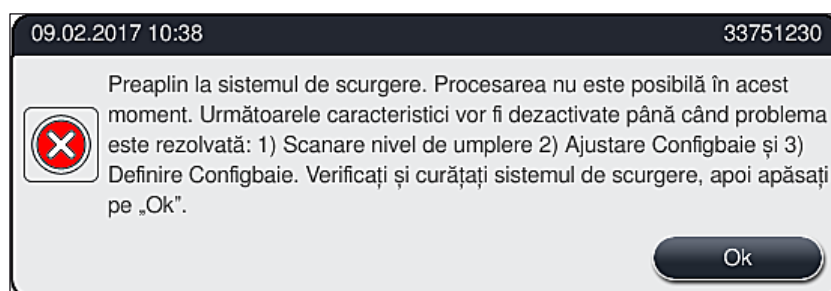

Fig. 118
Blocarea a sistemului de evacuare a apei (în sita de scurgere (→ "Fig. 96-1") sau în furtunul de evacuare (→ "Fig. 7-1") poate duce la creșterea nivelului apei în vasul de scurgere. Ca urmare, apa din instrument poate ajunge la un nivel critic. Utilizatorul primește un mesaj de eroare (→ "Fig. 118") pe ecran și se aude o alarmă.
1. Deschideți capacul instrumentului dacă apare mesajul de avertizare (→ "Fig. 118").